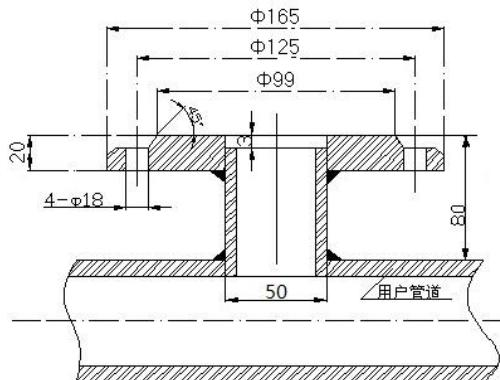

图 41 安装底座的焊接
安装前应在被测管道上开一个直径 50mm 的小孔，尺寸与安装底座的连接管外径一致。安装底座与被测管道的焊接如图 41 所示。
(3) 确定好插入式电磁的插入深度(插入式电磁流量传感器上两个电极所在管道中的位置)。
(4) 按图 41 所将 DN50 球阀安装到安装底座上。注意球阀的长空腔向上。检查球阀是否能全开全关。上紧压紧螺母和定位螺钉，同时应注意传感器方向标志指向应和流体流向一致。
(5) 插入式电磁流量传感器插入深度的确定:对于  $D \leq 400\text{mm}$ , 插入深度为:管径的  $1/2$  倍处。对于  $D > 400\text{mm}$  时, 插入深度为:管径的  $1/4$  倍处。(两处的仪表系数是不一样的)。